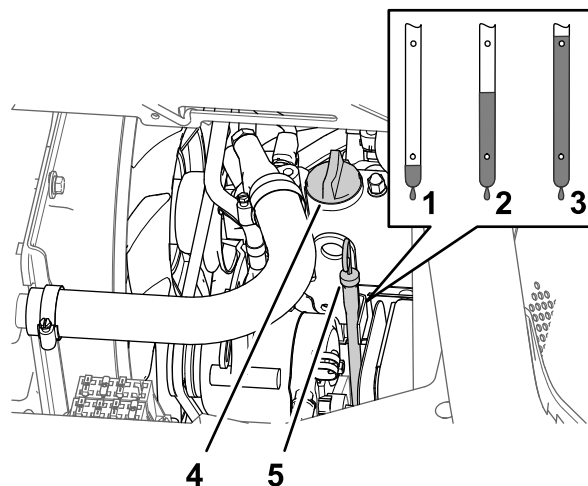

Figure 112
5. Retire el tapón de llenado de aceite del cuello de llenado de la tapa de válvulas del motor (Figure 112), y vierta lentamente el 80% aproximadamente de la cantidad especificada de aceite por el cuello de llenado.
6. Retire la varilla y compruebe el nivel de aceite del motor (Figure 112).
7. Añada lentamente más aceite del tipo especificado para que el nivel llegue a la marca Lleno de la varilla (Figure 112).
8. Instale el tapón de llenado de aceite en el cuello de llenado y la varilla en el tubo de la varilla (Figure 112).